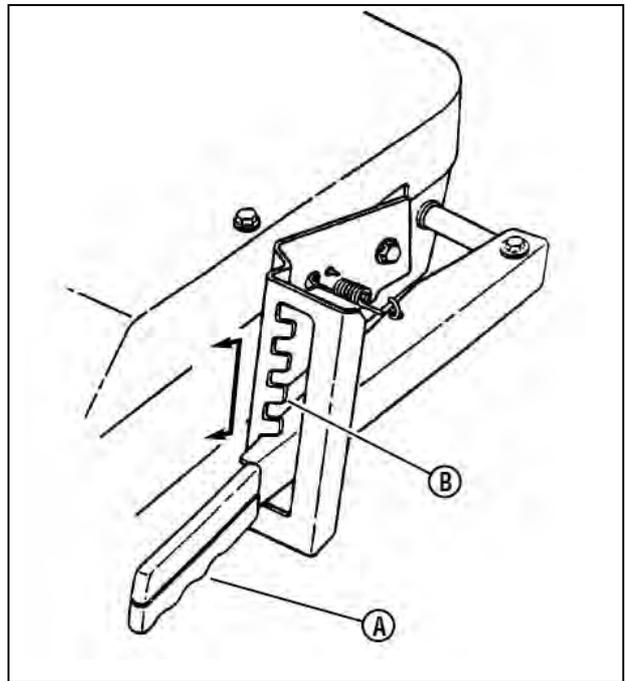

図5-17 刈高さの調整
1. 刈高さは5段階の高さに調整できます。刈高さ調整レバー(図5-17のA)を操作して、作業条件に適した高さのノッチ(B)に合わせて調整します。